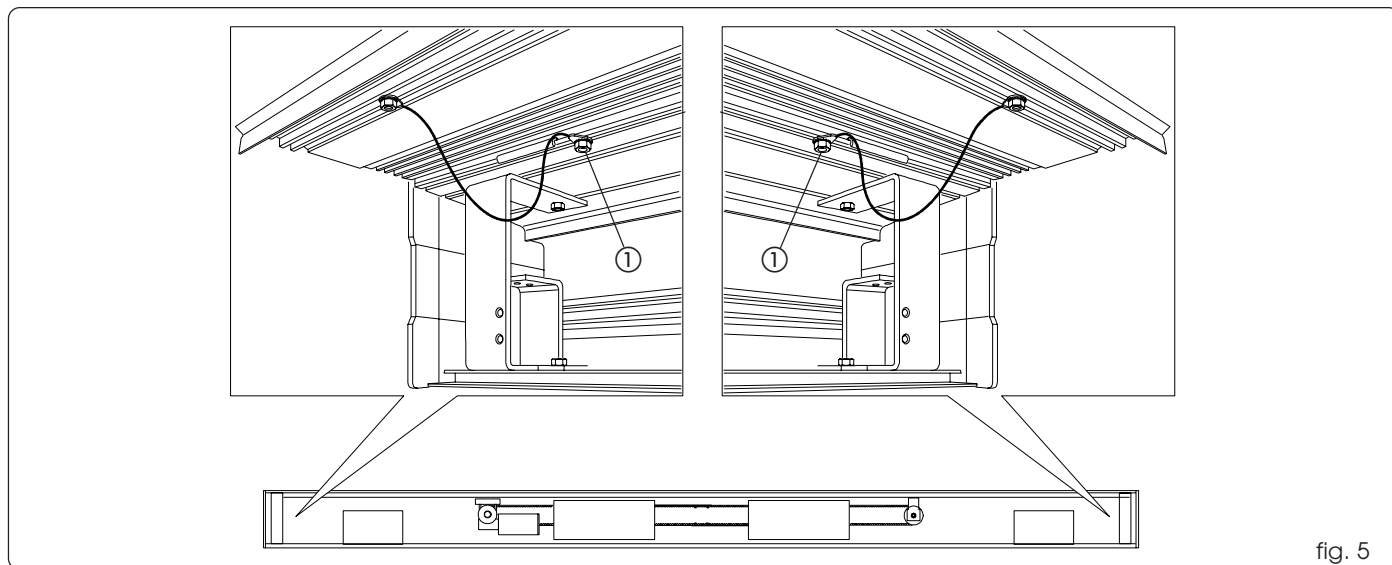

fig. 5
Demonteer de parachutekabels (als die er zijn) aan de kant van de dwarsbalk, door de blokkeeremoeren los te draaien zoals op fig. 5 ref. ①.